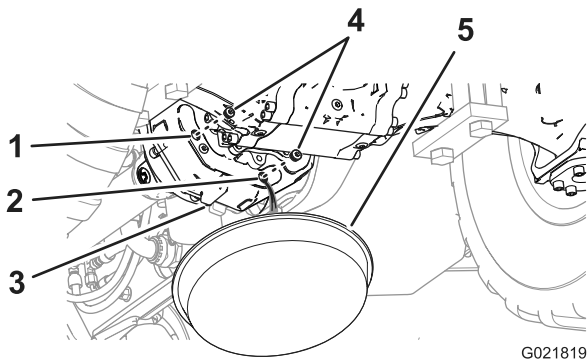

Figura 74
1. Coloque un recipiente de vaciado bajo la parte trasera de la carcasa de la transmisión (Figura 74).
2. Retire los tapones de del orificio de vaciado y el orificio visor de la carcasa de la transmisión (Figura 74).